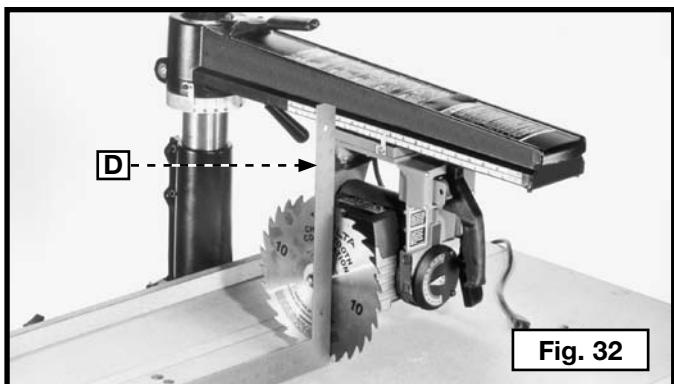
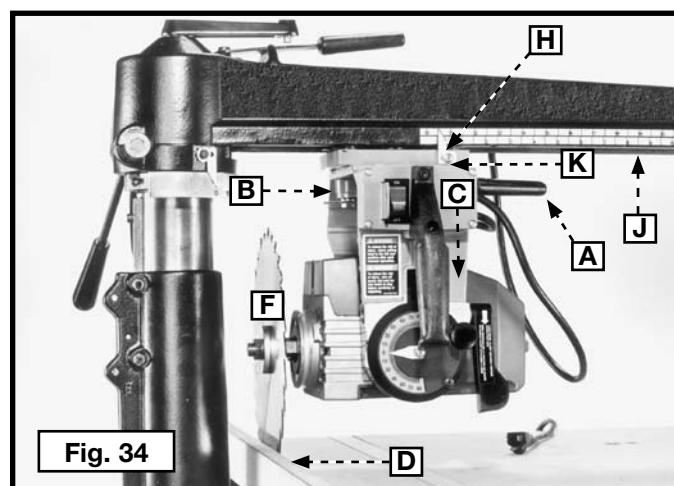
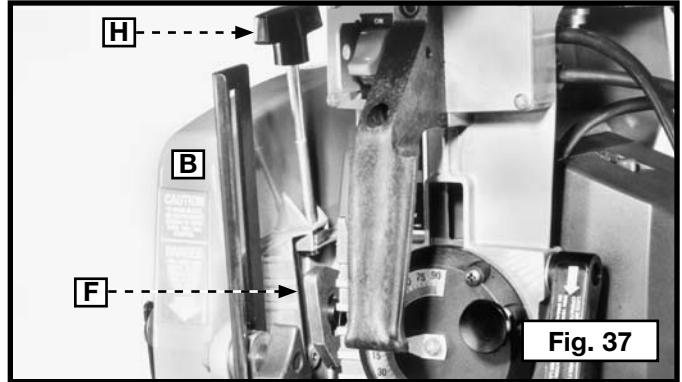
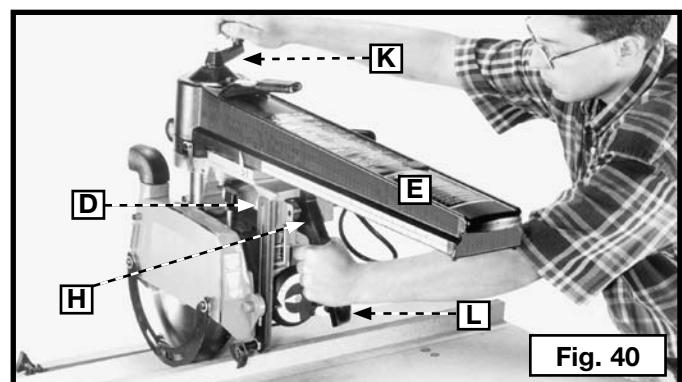

Fig. 32
Fig. 34
Fig. 37
Fig. 40
- Placer une équerre (A) Figure 32 sur le banc et contre la lame. Vérifier si la lame est d'équerre avec le banc.
- Enlever les deux vis (F) fig. 31 et la plaque d'échelle de biseau (H) Figure 32 avec le bouton d'index (A).
- Desserrer la poignée de fixation de la fourche (A) Figure 34. Dégager l'index de la fourche en appuyant sur ou en abaissant le levier de dégagement (B). Faire tourner la tête de coupe (C) en position de sciage vers l'intérieur (Figure 34). Serrer la poignée de fixation de la fourche (A).
- Positionner le guide (D) Figure 34 à l'arrière de la table.
- Desserrer le bouton de serrage de la tête de coupe (S) Figure 34. Faire glisser la tête de coupe (C) Figure 32 vers l'arrière du bras jusqu'à ce que la lame (F) soit au même niveau que le guide (D).
- Desserrer le bouton de serrage de la tête de coupe. Régler le pointeur (H) Figure 34 sur la marque « zéro » sur l'échelle la plus basse (J) en desserrant la vis (K). Resserrer la vis lorsque c'est terminé.
2. En maintenant le protège-lame (B) Figure 32 dans la main gauche, insérer la lame (C) dans le protège-lame (B) et sur l'axe.
**REMARQUE :** L'écrou (E) Figure 32 est fileté à gauche.
6. Faire pivoter le protège-lame (B) Figure 34 en position horizontale et serrer le bouton de serrage (H) Figure 37.
**ATTENTION :** Serrer le bouton de serrage (H) FIG. 37 et sécuriser le protège-lame avant de faire fonctionner l'appareil. Le protège-lame rétractable inférieur protège l'utilisateur sur les côtés de la lame de la scie. Pour réduire les risques potentiels, voici les règles à respecter :
2. Faire revenir la tête de coupe (D) Figure 40 à l'arrière du bras (E). Desserrer le bouton de serrage de la tête de coupe (G) Figure 37. Vérifier que l'interrupteur (H) Figure 40 est en position « ARRÊT » et brancher la scie au secteur.
3. En tenant fermement la poignée de la tête de coupe (L) Figure 40, faire basculer l'interrupteur (H) en position « MARCHE ». Abaisser le bras (E) en tournant la poignée d'élévation (K). Abaisser la lame de la scie jusqu'à ce qu'elle coupe dans la surface de la table à environ 1,5 mm (1/16 po) de profondeur.